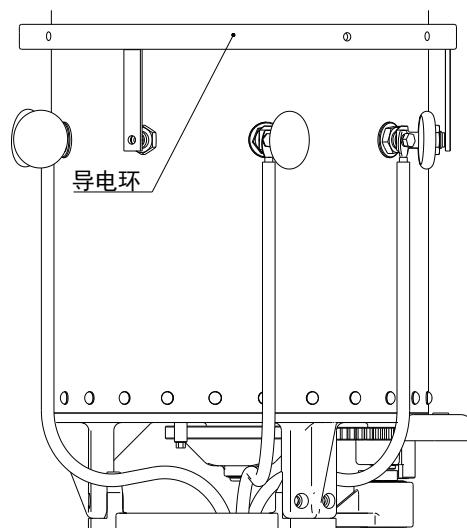

图 5-8
- ✓ 切换开关每相必须接上两根联接线（出厂前已将六根导线以固定在选择器上）。将六个 M10 六角螺栓（17 号外六角扳手）拧紧，扭矩为 28 ~ 34Nm。（图 5-8）
1. 分接开关 (III-500/600 及 I-1200/1500) 的选择部分的引出线（共 6 根）必须连接到切换开关油室的触头引出端子上（图 5-8）。